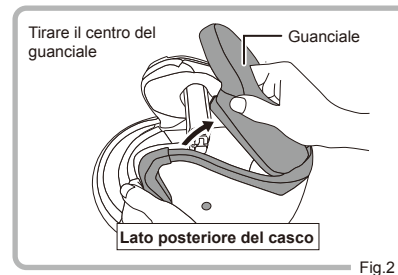

Fig.2
② Afferrare saldamente il centro del guanciale e tirare per rimuoverlo. (Fig. 2)
- 2 Aprire i due automatici sulla parte posteriore del casco per rimuovere completamente l'imbottitura interna. (Fig. 2)
- 2 Quindi, agganciare ciascuno dei tre automatici sul lato del casco come mostrato nella Fig. 2.